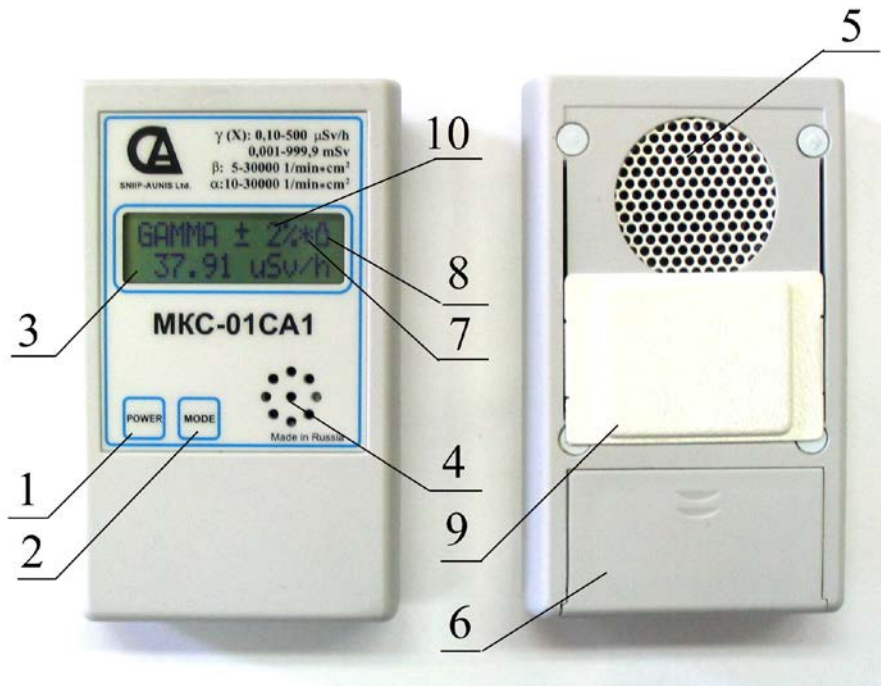

Рис.1. Органы управления МКС-01СА1Б
- 9 - Передвижной экран, фиксируется в крайних положениях, соответствующих выбранному режиму работы. В режиме «**БЕТА**» и «**АЛФА**» - экран открыт (нижнее положение, как показано на Рис.1), в режиме «**ГАММА**» -экран закрыт (верхнее положение)
Индикация разряда элементов питания - при разряде элементов питания до напряжения $1,6 \text{ В}$ на дисплее в правом верхнем углу появляется символ в виде цилиндрического элемента питания (Поз.8 на Рис.1).
Прибор циклически ежесекундно выполняет процесс оценки и уточнения результатов измерений с индикацией на дисплее (Поз.10 на Рис.1) текущей статистической погрешности (δ) в доверительном интервале $0,95$. В неизменном (стационарном) поле ионизирующего излучения показания прибора с течением времени непрерывно усредняются и уточняются. Одновременно с этим уменьшается значение погрешности δ от $\pm 99\%$ до $\pm 1\%$.
- снять крышку отсека питания (см. рис. 1);
- закрыть входное окно детектора экраном (см. Рис.1);
- включить питание прибора (однократно нажать и отпустить кнопку «**POWER**»). При включении на дисплее в течение 2 секунд появляется реклама изготовителя: «**МКС-01СА1**» и тел. «**(499) 198 97 91**»
- открыть входное окно детектора, сдвинув экран (см. Рис.1) в нижнее положение;